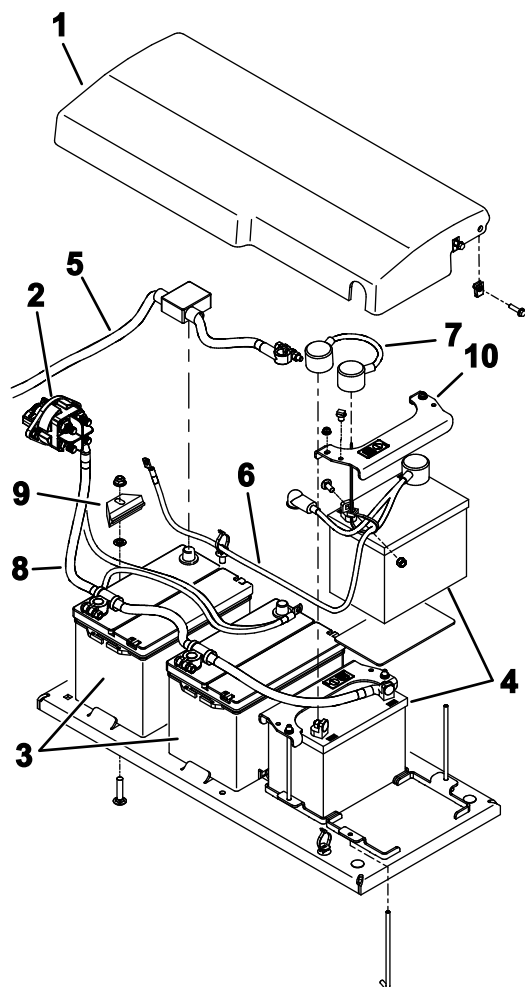

Рисунок 115
6. Снимите крепежные детали, с помощью которых крышка аккумуляторной батареи подсоединена к машине, и снимите крышку (Рисунок 115).
9. Осторожно снимите аккумуляторные батареи с машины (Рисунок 115).
1. Закрепите аккумуляторные батареи с помощью прижимов (Рисунок 115).